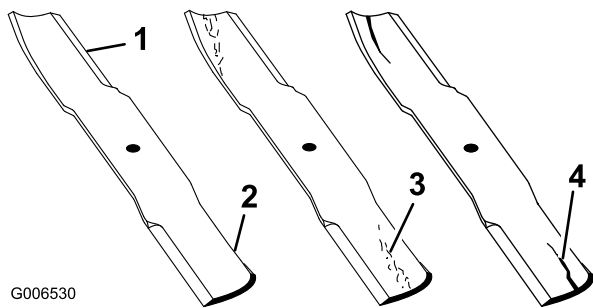

Figure 98
1. Examinez le tranchant des lames (Figure 98). Si les lames coupent mal ou présentent des indentations, déposez-les et aiguisiez-les (voir Aiguisage des lames).
2. Inspectez les lames, surtout la partie relevée (Figure 98). Remplacez immédiatement toute lame endommagée, usée ou qui présente une entaille (Figure 98).